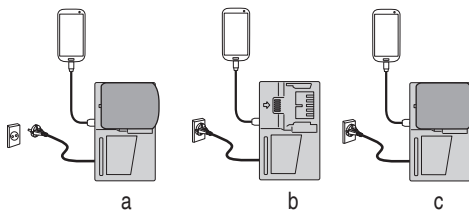

Fig. 10
- Chargement d'un périphérique USB à l'aide d'une batterie (Fig. 10-a)
- Charger un dispositif USB à partir d'une prise électrique (Fig. 10-b)
- Charger un dispositif USB et une batterie à partir d'une prise électrique (Fig. 10-c)